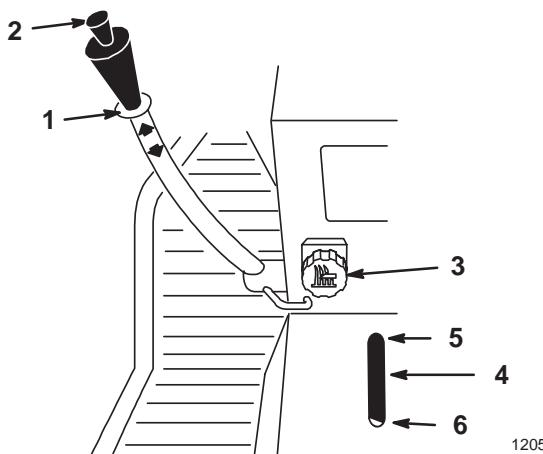

Figure 11
Le levier de relevage d'accessoires (Fig. 11) s'utilise pour relever ou abaisser divers accessoires.
2. L'indicateur de réglage de hauteur (Fig. 11) indique le déplacement de la position relative du réglage.
Le bouton de réglage de hauteur (Fig. 11) s'utilise pour limiter la descente de l'accessoire. Le bouton peut être tourné dans un sens ou dans l'autre pour placer la limite de descente plus haut ou plus bas.
1. Placer le levier de relevage d'accessoire en position relevée, voir Relevage d'accessoires. Quand le levier est en position haute, le bouton de réglage de hauteur (Fig. 11) peut être utilisé pour déplacer la limite de descente de